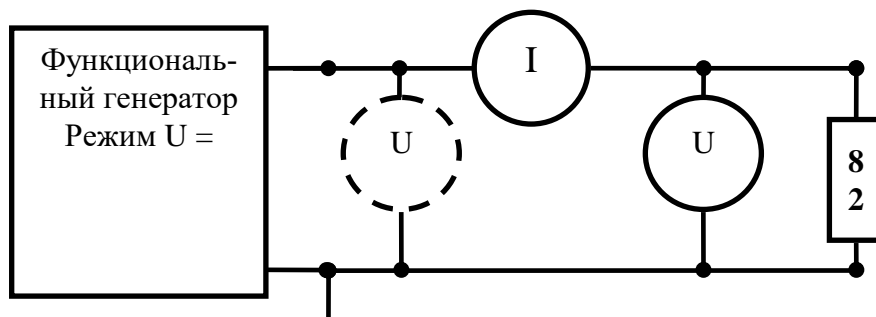

Рисунок 6. Схема 1 (вольтметр слева), 2 (вольтметр справа) для измерения мощности
4.8. Собрать электрическую цепь изображенную на рис.6. Переключателем режима работы установить на функциональном генераторе постоянное напряжение. Регулятор «Амплитуда» установить в крайнее левое положение.